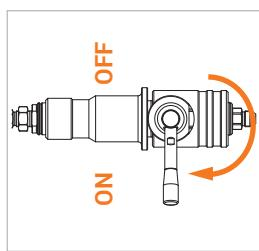

Figure 11
- ▶ Tournez le levier de commande (Pos. 3) du nozzle de ravitaillement de 180° en position ON (*Figure 11*). **Si le levier de commande ne tourne pas facilement**, déconnectez de nouveau le réceptacle de service et remettez-le en place.